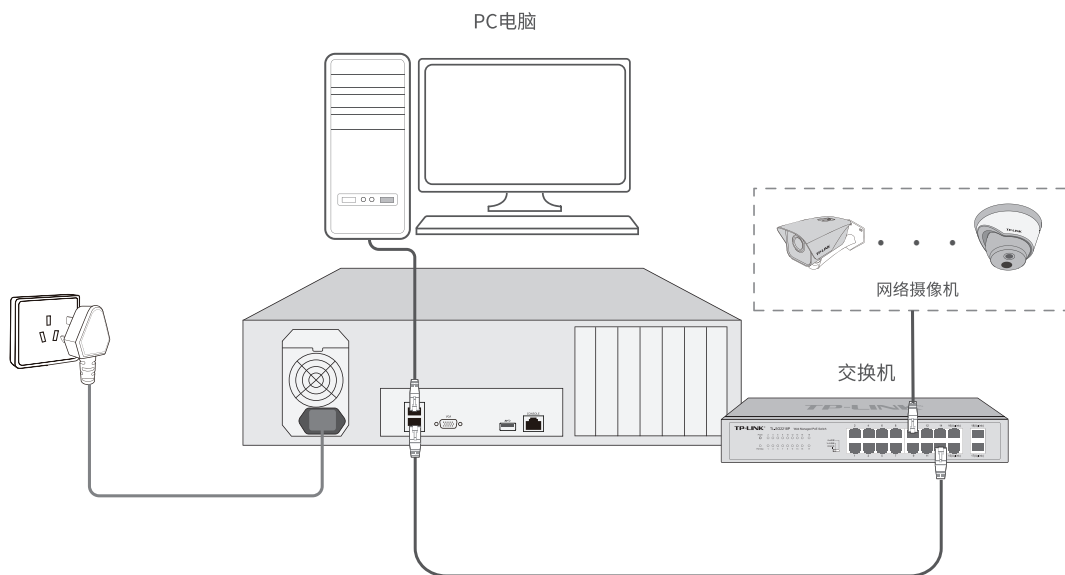

图3-4 NVS连接示意图
视频存储服务器需与网络摄像机搭配使用。当网络中使用多台IPC时，若单独管理每一台IPC，将使得网络管理工作繁琐而复杂，此时，可使用NVS统一管理网络中的所有IPC。本机可按照图3-4连接设备。
1. 确保视频存储服务器已正确连接到显示器、鼠标及其它设备,连接方式可参考图3-4;